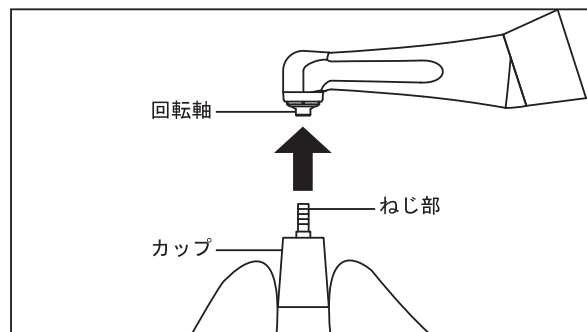

図 3
- 1) カップまたはブラシを軽くつまみ、コントラングルヘッドの回転軸にねじ部を挿し込み、軽く締まるまで時計回り方向にねじ込みます。最後にモータハンドピースを低速で正回転させ、ねじ部が入りきったところでカップまたはブラシから指を放します。(図 3)